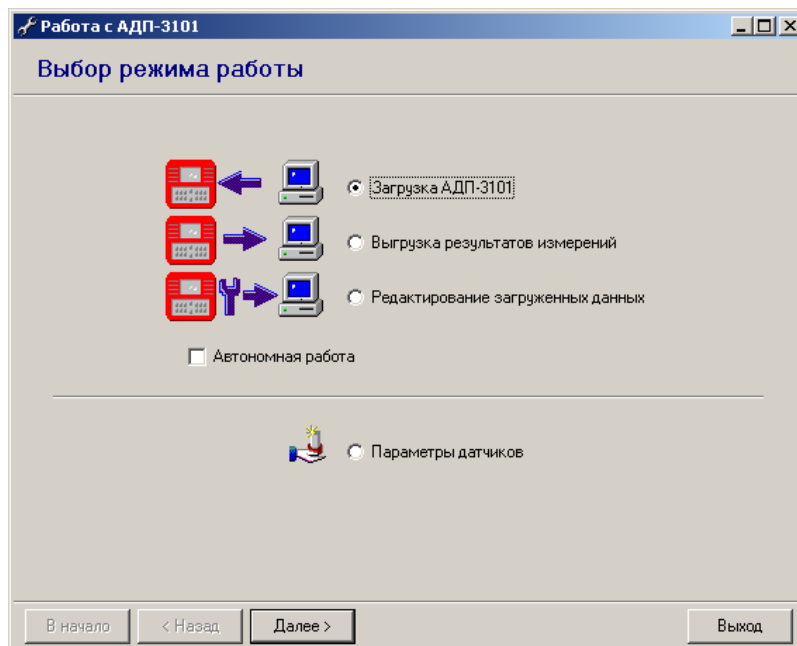

Рис.18. Меню "Работа с АДП-3101" в ПО "АРМИД"
Для работы с прибором в Главном меню "АРМИД" необходимо выбрать последовательно пункты **Приборы/АДП-3101**. При этом открывается окно работы с прибором АДП-3101 (рис.18).
Для загрузки маршрутов и методик диагностирования в прибор АДП-3101 выбрать строку “**Загрузка АДП-3101**” в меню на рис.18 и перейти к следующему этапу работы, нажав кнопку “**Далее >**”.
3. Выбрать указателем мыши пункт меню **Приборы/АДП-3101**, в появившемся окне (рис.18) выбрать пункт **"Выгрузка результатов измерений"** и нажать кнопку **"Далее >"**.
Во время работы с прибором может возникнуть ситуация, когда необходимо добавить или удалить несколько объектов измерения при сформированном и загруженном в прибор задании. В этом случае выбрать строку "Редактирование загруженных данных" в меню на рис.18 и нажать кнопку **“Далее >”**.